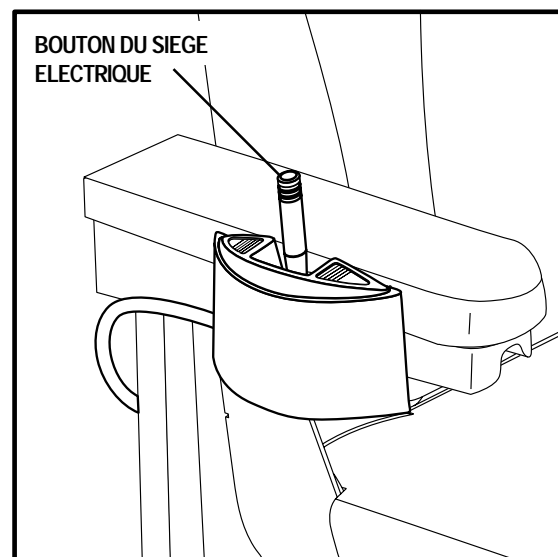

Figure 23. Commutateur à bascule
1. Poussez le commutateur à bascule vers l'avant pour élever le siège. Voir la figure 23. Relâchez le bouton pour stopper le siège. Le siège arrêtera de monter lorsqu'il aura atteint le niveau maximum, cependant vous entendrez le moteur qui continue de tourner car le dispositif de débrayage du moteur lui permet de continuer à tourner lorsque le siège a atteint la limite supérieure ou inférieure.